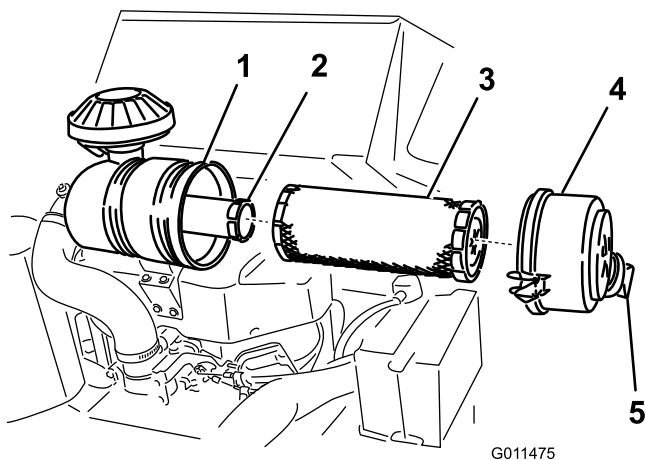

Figura 33
- Rilasciate i dispositivi di fermo del filtro dell'aria e togliete il coperchio dal corpo del filtro (Figura 33).
- Estraete con cautela il filtro primario dal corpo del filtro dell'aria (Figura 33). Non urtate il filtro contro il corpo.
- Se sostituite il filtro di sicurezza, fate scorrere delicatamente il nuovo filtro nel corpo del filtro (Figura 33).
- Montate con cautela il filtro primario sul filtro di sicurezza (Figura 33). Verificate che sia inserito a fondo, premendo sul bordo esterno del filtro mentre lo si inserisce.
- Montate il coperchio del filtro dell'aria con lo scodellino parapolvere orientato come illustrato nella Figura 33, quindi fissate i dispositivi di fermo.